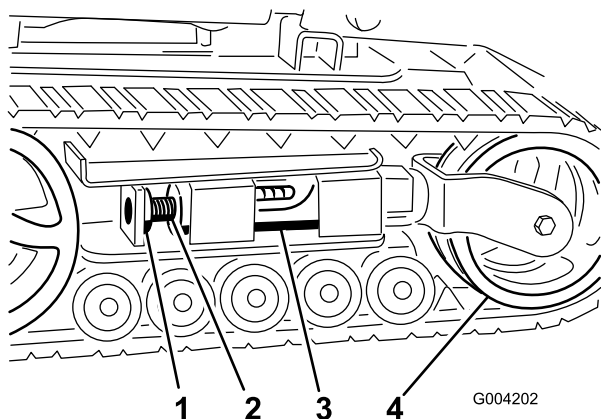
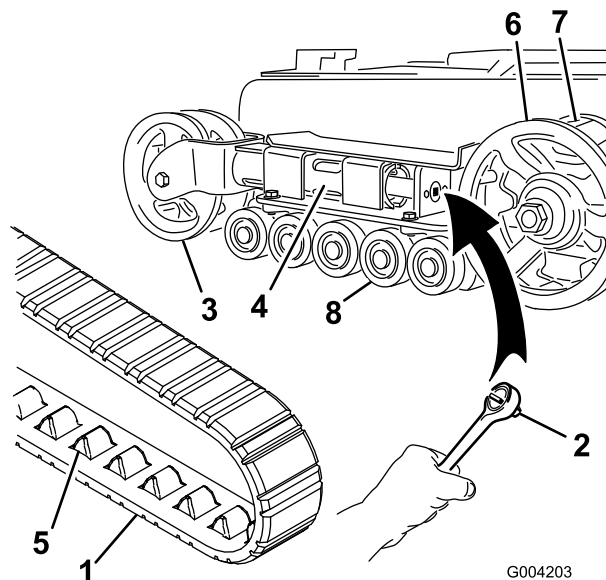
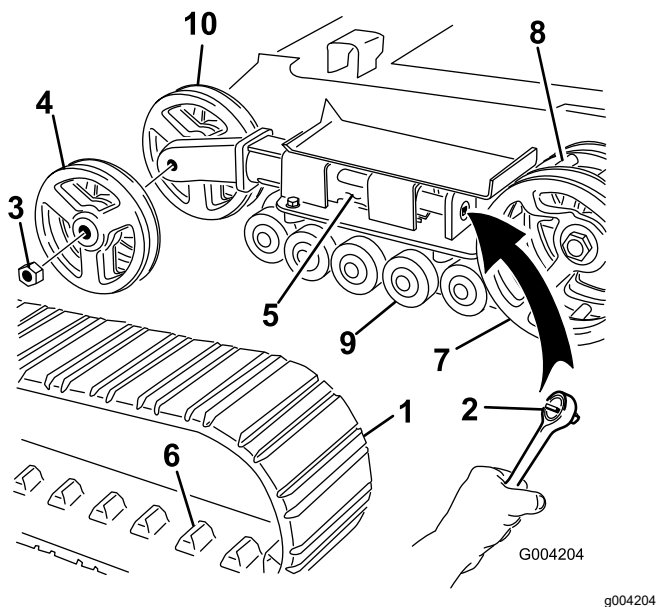

Figure 52
Figure 53
Figure 54
4. Enlevez le boulon et l'écrou de blocage (Figure 52).
6. Poussez la roue de tension vers l'arrière de la machine pour appuyer le tube de tension contre le cadre (Figure 53).
8. Lorsque la chenille est déchaussée, retirez-la du pignon d'entraînement et des galets de roulement (Figure 53).
9. Pour installer la chenille neuve, commencez par l'enrouler autour du pignon d'entraînement, en veillant à ce que les crampons s'engagent correctement entre les dents du pignon (Figure 53).
10. Poussez la chenille sous et entre les galets de roulement (Figure 53).
Remarque: Les chenilles sont de type étroit si les roues de tension avant sont montées à l'intérieur d'une chape au bout du tube de tension (Figure 53).
5. À l'aide d'une clé à cliquet de ½ pouce, tournez la vis de tension dans le sens horaire pour détendre la transmission (Figure 52 et Figure 53).
Remarque: Les chenilles sont de type large si les roues de tension avant sont montées sur les côtés au bout du tube de tension (Figure 54).
- Enlevez le boulon et l'écrou de blocage (Figure 52).
- À l'aide d'une clé à cliquet de ½ pouce, tournez la vis de tension dans le sens horaire pour détendre la transmission (Figure 52 et Figure 54).
- Poussez la roue de tension vers l'arrière de la machine pour appuyer le tube de tension contre le cadre (Figure 54).
- Retirez l'écrou de fixation de la roue de tension extérieure et déposez la roue (Figure 54).
- Déposez la chenille (Figure 54).
- Retirez l'écrou de fixation de la roue de tension intérieure et déposez la roue (Figure 54).
- Posez la roue de tension intérieure et fixez-la avec l'écrou retiré précédemment (Figure 54).
- Posez la chenille neuve en prenant soin que les crampons s'engagent entre les dents au centre du pignon (Figure 54).
- Posez la roue de tension extérieure et fixez-la avec l'écrou retiré précédemment (Figure 54).
6. Placez le chapeau de galet de roulement sur la tête du boulon (Figure 53).
7. Fixez le chapeau avec le circlip (Figure 53).